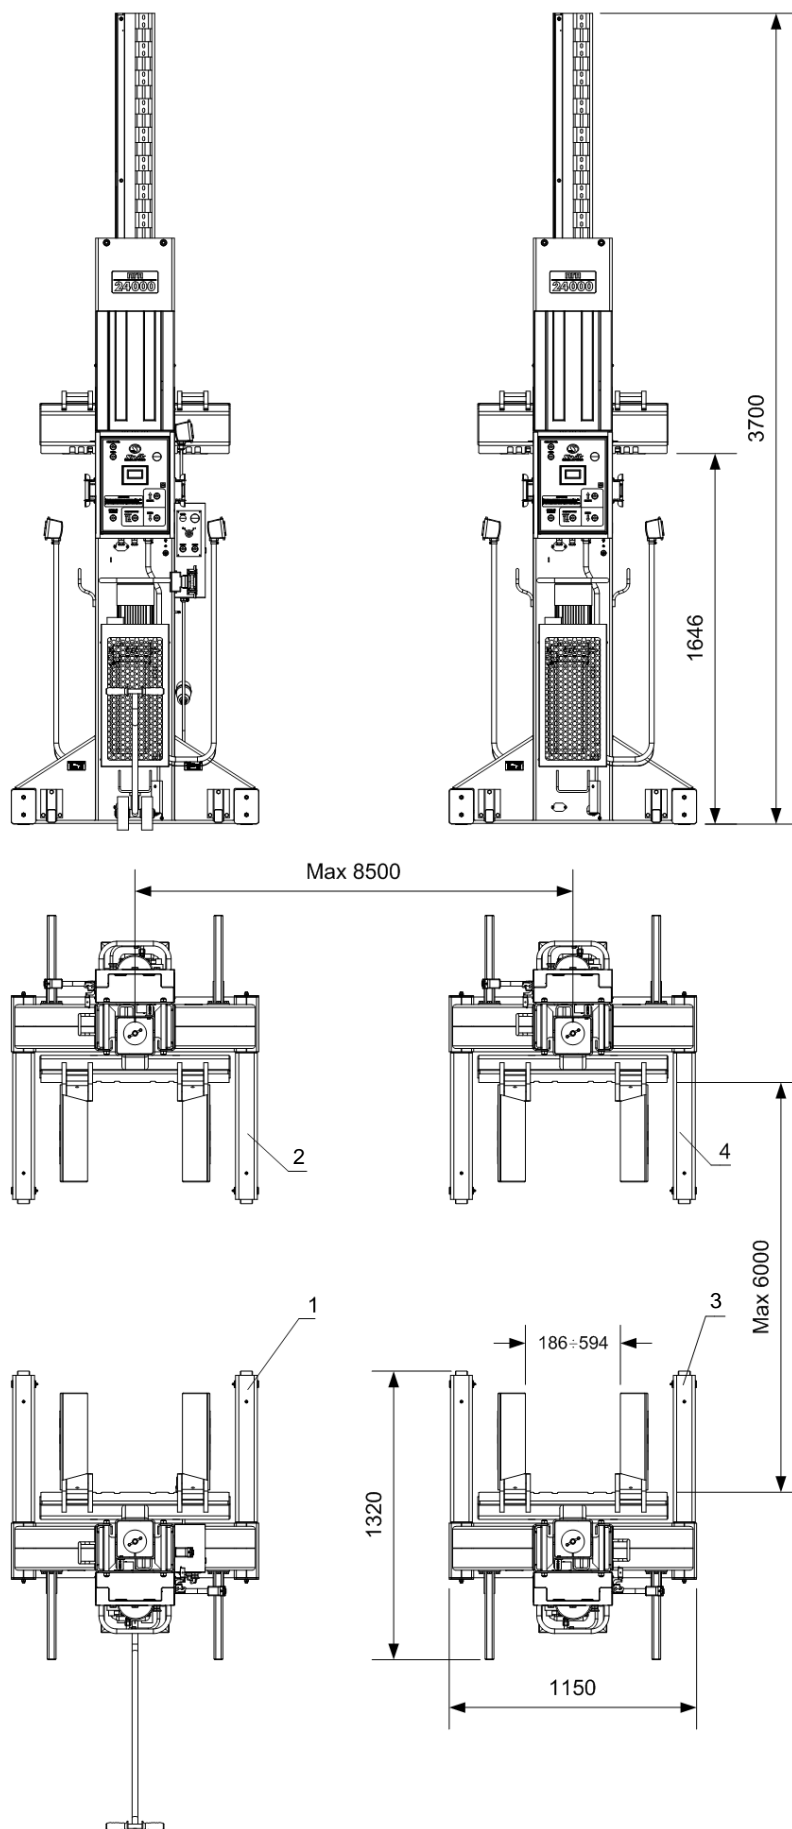
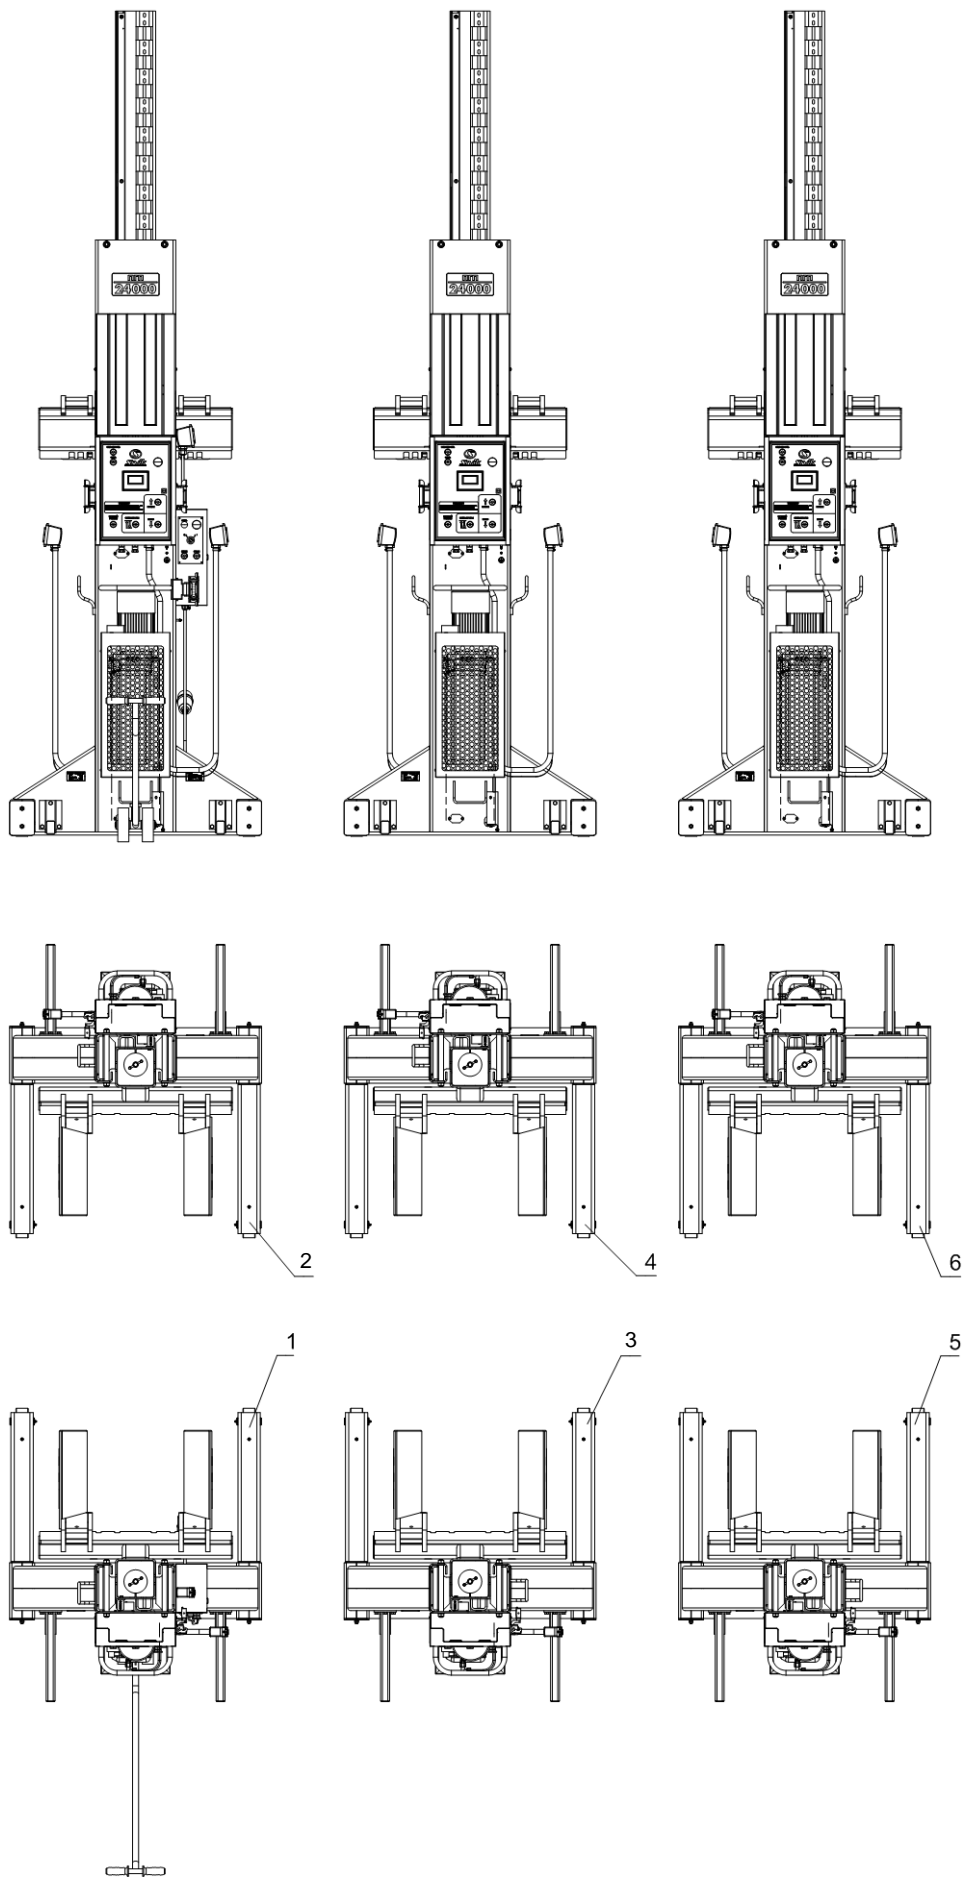

Рисунок 1. Общий вид подъемника ПГП-24000/4
Рисунок 2. Общий вид подъемника ПГП-36000/6
4.1 Подъемник состоит из: модель ПГП-24000/4 (рисунок 1) – четырех стоек – главной №1 и второстепенных №№ 2, 3, 4; модель ПГП-36000/6 (рисунок 2) – шести стоек - главной №1 и второстепенных №№ 2, 3, 4, 5, 6. Подъемник модели ПГП-24000/4 возможно переоборудовать в подъемник модели ПГП-36000/6 при дополнительном приобретении стоек (от модели ПГП-36000/6) №5 и №6.